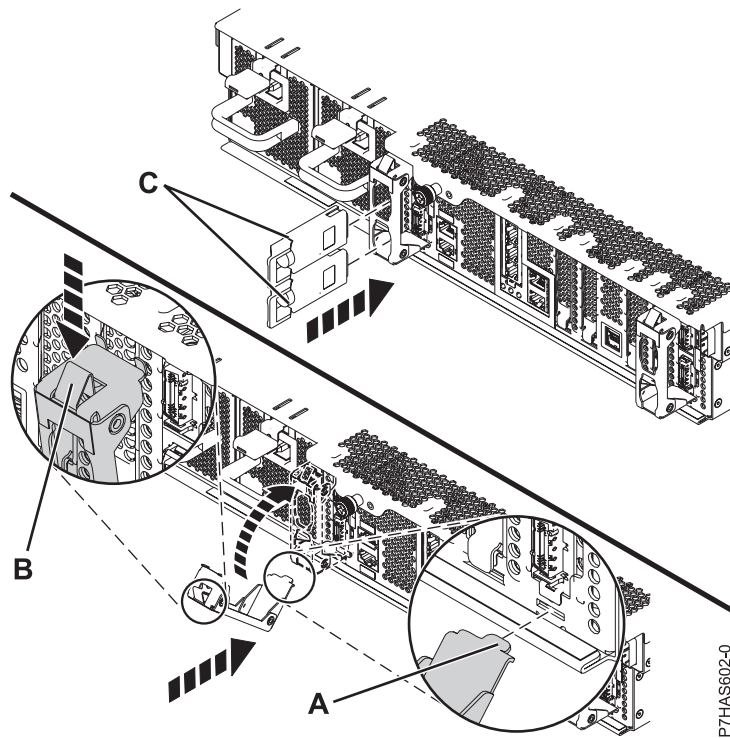

Figure 3. Installation du crochet de fixation de câble
15. Si le crochet de fixation de câble (A), illustré dans la figure 3, à la page 4 est fourni, effectuez les opérations suivantes :
16. Afin de bloquer la patte inférieure dans l'emplacement du bloc, inclinez légèrement le support de câble (A).
17. Approchez le support de câbles du châssis et poussez le dispositif de fixation (B) dans le châssis pour sécuriser le support.
18. A l'arrière du système, connectez les câbles de l'adaptateur (C).